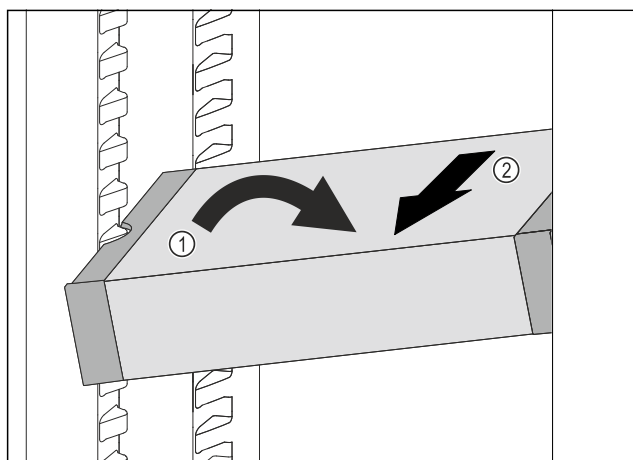

Fig. 83
- Coloque el VarioSafe en el compartimento del frigorífico en posición oblicua. Fig. 83 (1)
- Extraiga el VarioSafe hacia delante. Fig. 83 (2)